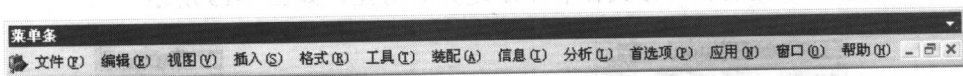

图1-5
- 菜单条：通过菜单条中的相关功能可对文件进行编辑或设置参数等。菜单栏中包括【文件】、【编辑】、【视图】、【插入】、【格式】、【工具】、【装配】、【信息】、【分析】、【首选项】、【应用】、【窗口】和【帮助】等 13 个菜单，如图 1-5 所示。